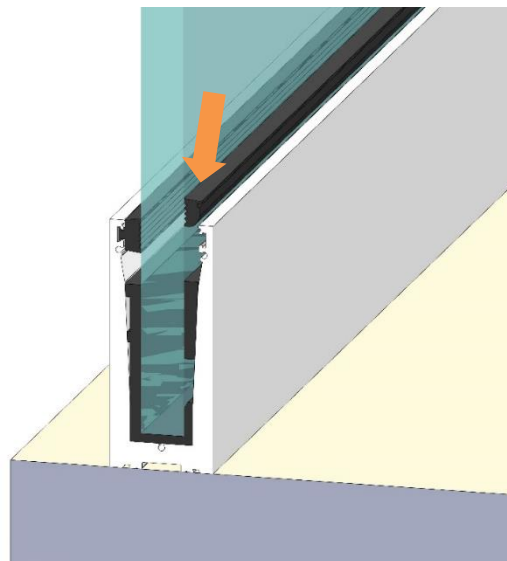

Figura 9
- Para finalizar la instalación, colocar la junta interior de la barandilla en su lugar (Figura 9).